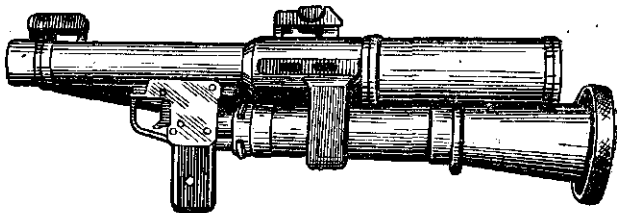

Рис. 44. Гранатомет РПГ-7Д в сложенном положении
- присоединить патрубок к трубе снизу: ввести выступы стойки патрубка в пазы трубы и продвинуть патрубок вперед до захода зуба фиксатора за задний выступ трубы (рис. 44);